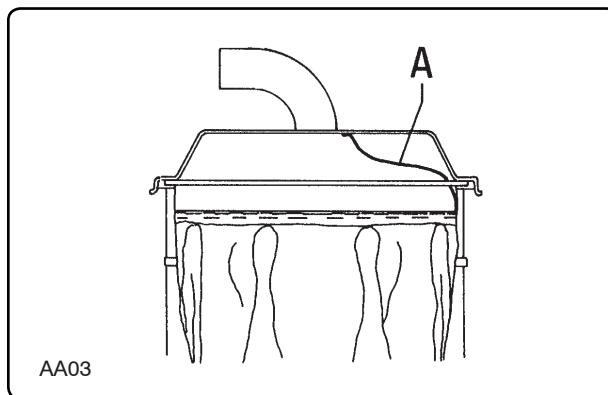

Fig. 8.5.5
**8.5.4 - Sostituzione del filtro negli aspiratori nella categoria d'impiego "B1" fig. 8.5.5**
**8.5.4 - Changing the filter on "B1" version vacuum fig. 8.5.5**
**8.5.4 - Remplacement du filtre dans les aspirateurs de la catégorie d'utilisation "B1" fig. 8.5.5**
**8.5.4 - Ersetzen des Filters in den Saugern der Verwendungskategorie "B1" Abb. 8.5.5**